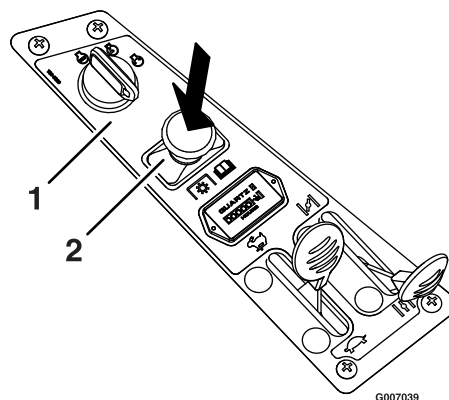

Figure 13
Réglez la manette d'accélérateur à mi-course. Poussez la commande de lames en position Désengagée pour désengager les lames (Figure 13).
- Désengagez les lames en plaçant la commande des lames en position Désengagée (Figure 13).